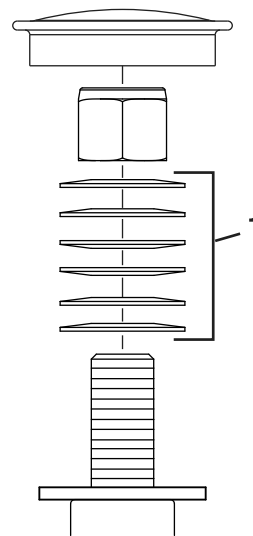

Figura 53
3. Retire el tapón guardapolvo de la rueda giratoria y apriete la contratuerca (**Figura 53**).
4. Apriete la contratuerca hasta que las arandelas elásticas estén planas, luego afloje la contratuerca $\frac{1}{4}$ de vuelta para establecer la pre-carga correcta de los cojinetes (**Figura 53**).
Importante: Asegúrese de que las arandelas elásticas están correctamente instaladas, como se muestra en la **Figura 53**.
5. Coloque el tapón guardapolvo (**Figura 53**).